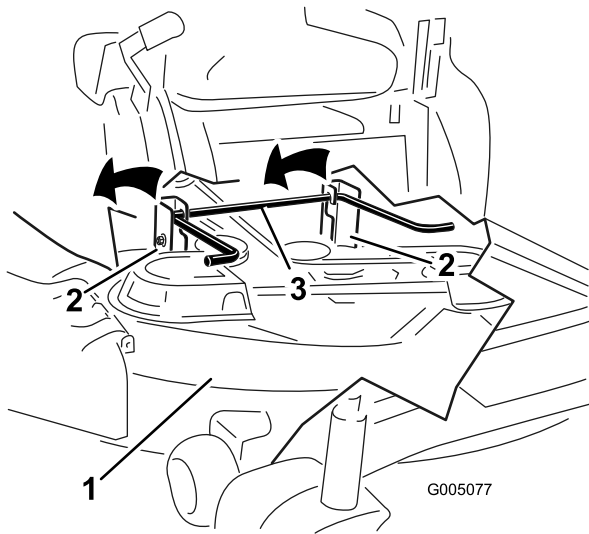

Figure 59
6. Soulevez et enlevez le tablier de coupe et les supports de la tige de levage arrière et abaissez la tondeuse au sol avec précaution (Figure 59).